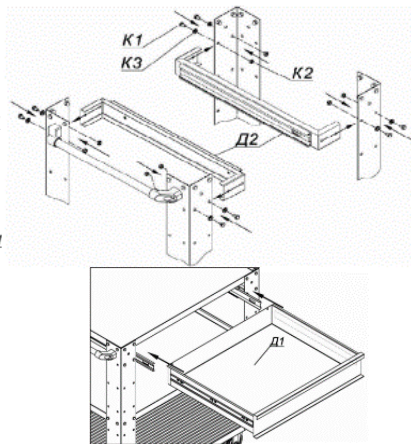

Рис.4 Схема сборки ящика для МЛОС-010011
- установить кронштейн ящика (Д2) к стойкам (Рис. 4) с помощью метиза (К1, К2, К3);
- установить ящик в изделие по направляющим (Рис. 4). Для извлечения ящика необходимо полностью выдвинуть ящик из тележки и отжать рычаги защёлки с двух сторон ящика (рис. 6).